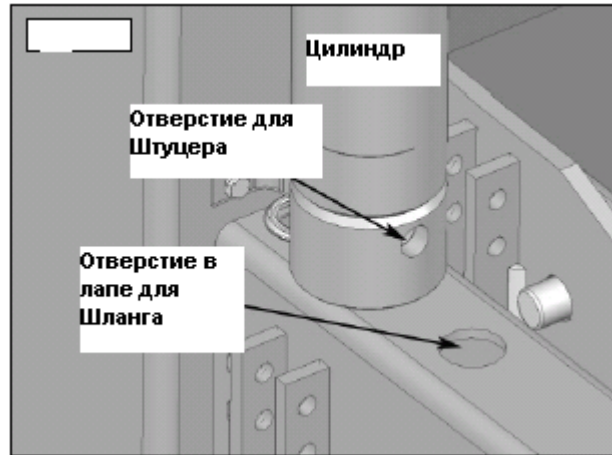

Рис. 7.1
1. Установить цилиндр сверху на направляющую на лапе, направив отверстие для подключения шланга в сторону отверстия для шланга в лапе ( см. Рис. 7.1 )